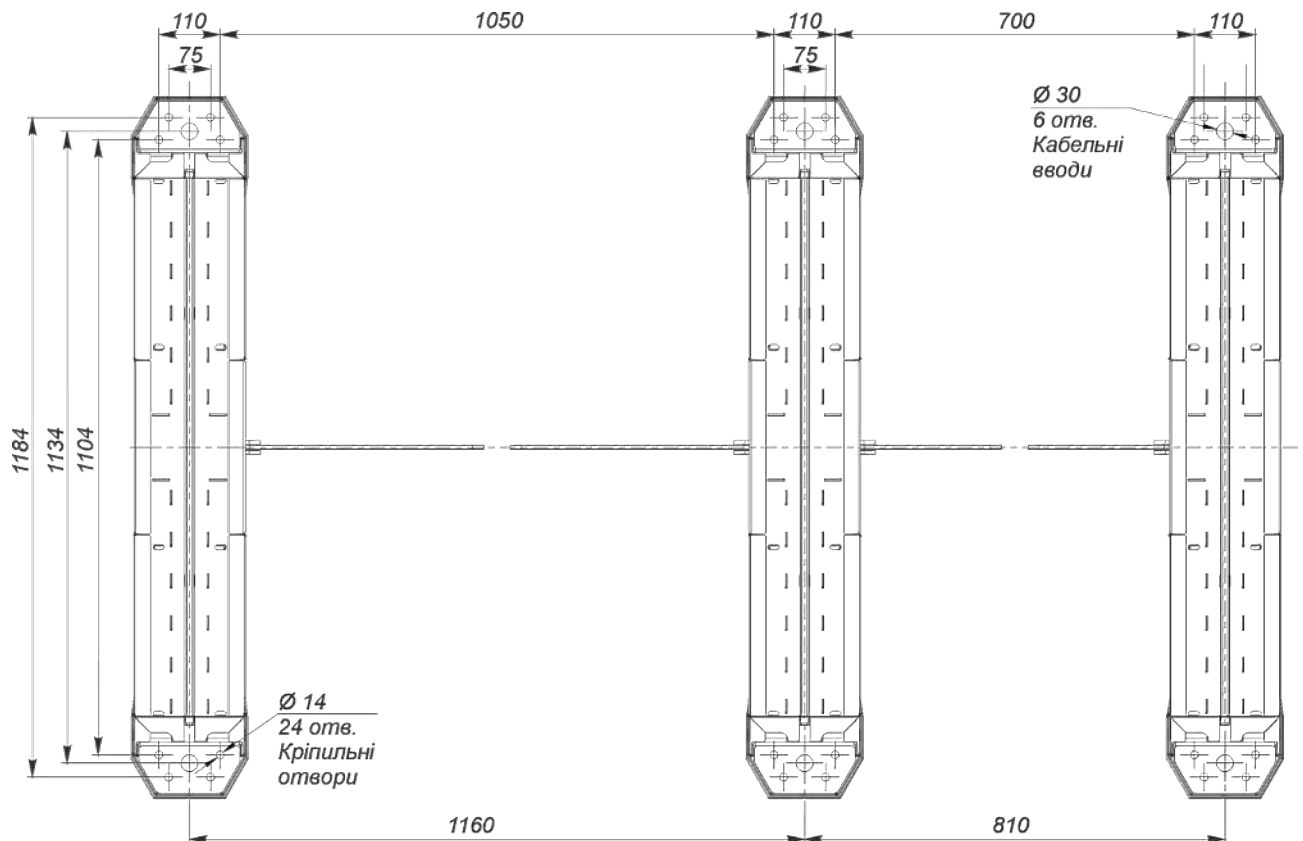

Рис.17– Установочні розміри комплексу турнікетів «Sweeper-WP-HG-1» і «Sweeper-WP-HG-2»
5. - З'єднати кріпильні отвори в нижній пластині турнікету з підготовленими отворами в поверхні згідно з розміткою рис.17 і закріпити турнікет за допомогою анкерів, що є в комплекті.